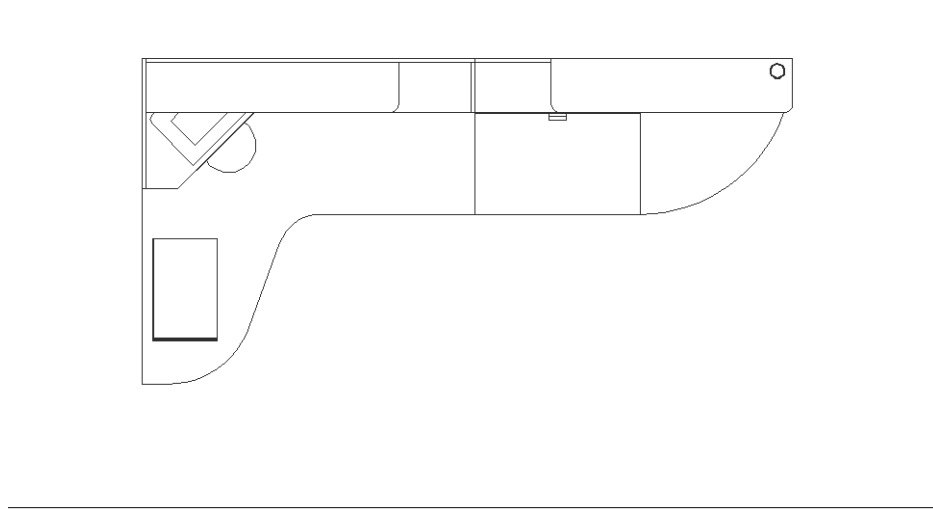

Рис. 12.6 ▼ Чертеж рабочей зоны с замороженными слоями
- Измените масштаб просмотра так, чтобы чертеж был подобен рис. 12.6.